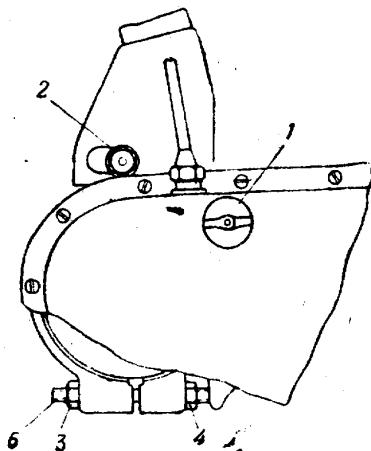

Рис. 26. Регулировка натяжения цепи генератора:
- Отвернуть и поднять защитные трубы клапанов. С нижней части стержня 1(рис. 26) клапана и головки регулировочного болта 2 удалить смазку.
1. Вынуть пробку контрольного отверстия 1 (рис. 26) на крышке картера привода генератора.